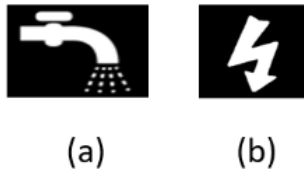

Imagen 14. Salidas de energía: Coolant (a), Directa (b).
- El contacto superior se controla para la válvula de refrigerante en modo COOLANT (Imagen 14, a), se activa con los códigos M7 y M8, se desactiva con el código M9.
- El contacto de en medio es una salida directa de 120V para uso general (Imagen 14, b).